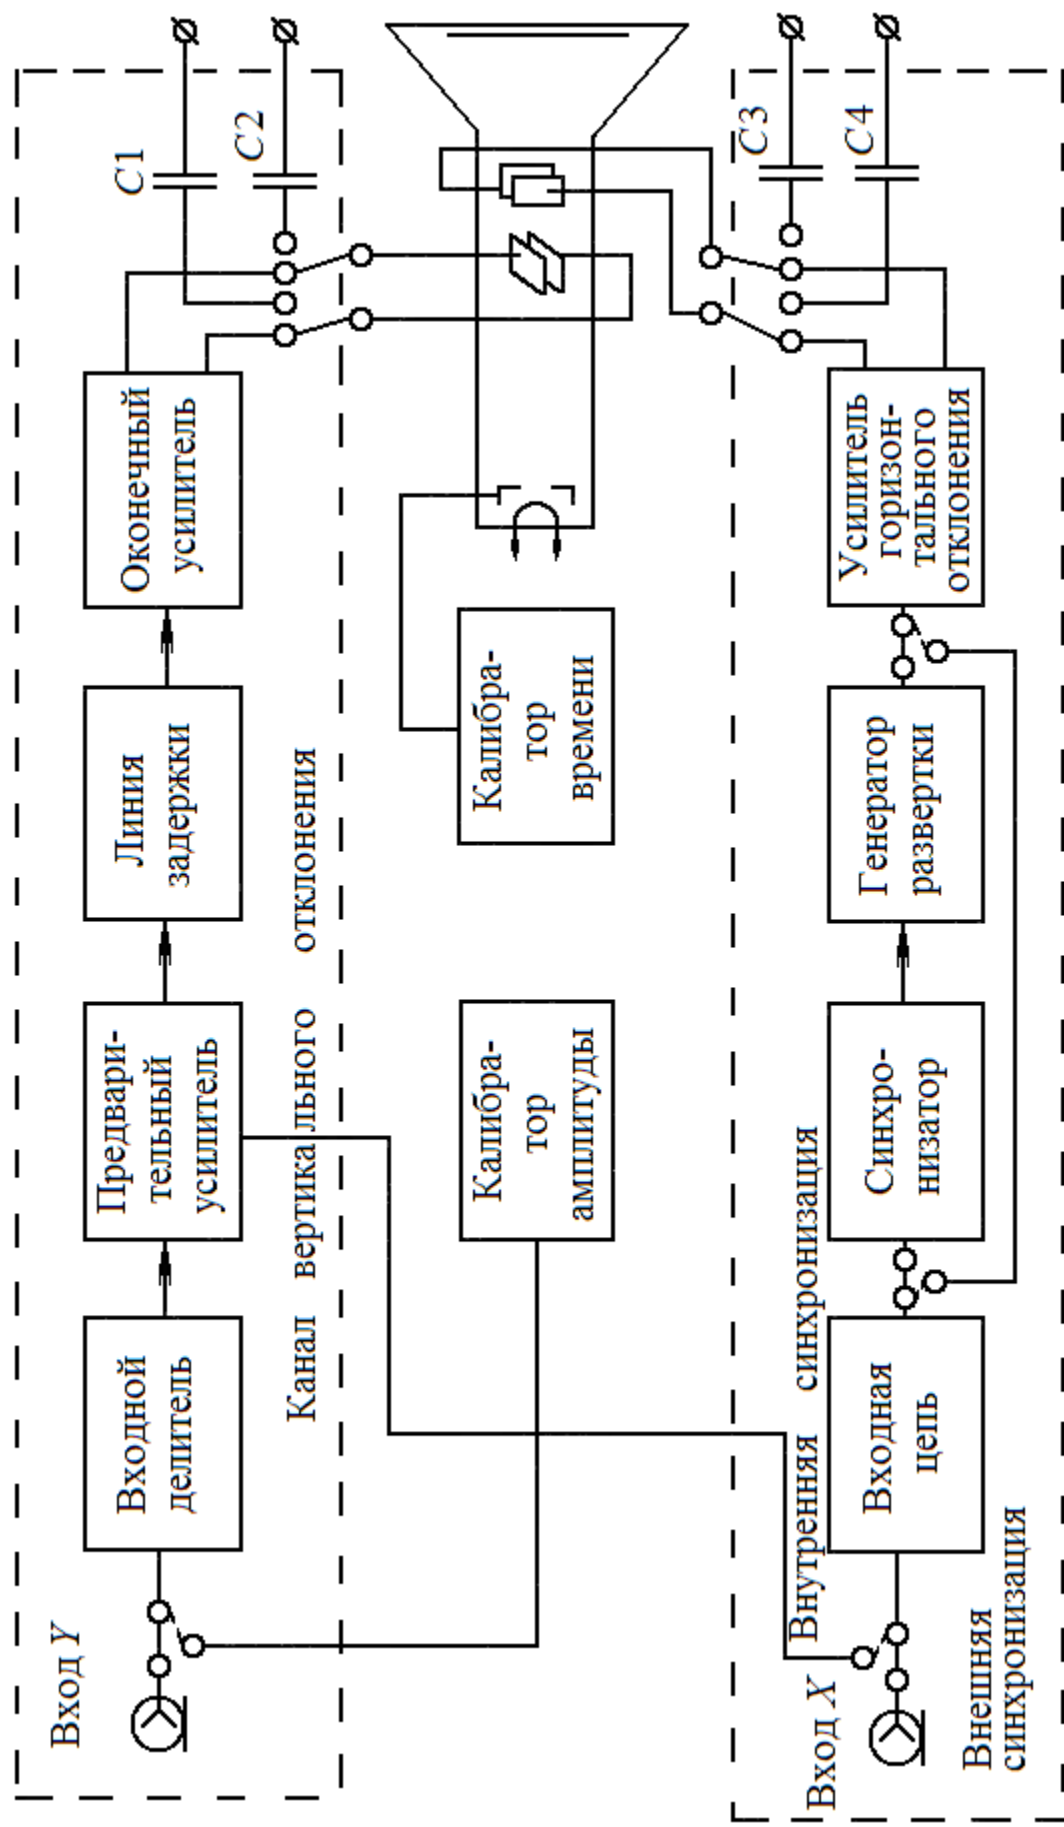

Рис. 10. Обобщенная структурная схема электронного осциллографа
Обобщенная структурная схема. Электронный осциллограф (рис. 10) состоит из электроннолучевой трубки, канала вертикального отклонения, канала горизонтального отклонения и вспомогательных устройств.
Для формирования напряжения развертки, которое подается на X -пластины ЭЛТ, служит *канал горизонтального отклонения* (см. рис. 10), состоящий из входной цепи, синхронизатора, генератора напряжения развертки и усилителя горизонтального отклонения. Входная цепь служит для согласования канала горизонтального отклонения с внешним генератором. Генератор напряжения развертки обеспечивает линейно изменяющееся во времени напряжение, усиливаемое затем усилителем горизонтального отклонения до величины, при которой удобно наблюдать исследуемый процесс.
- *внутренняя синхронизация*, осуществляемая исследуемым сигналом, который подается на усилитель синхронизации с канала вертикального отклонения (применяется чаще всего) (см. рис. 10);